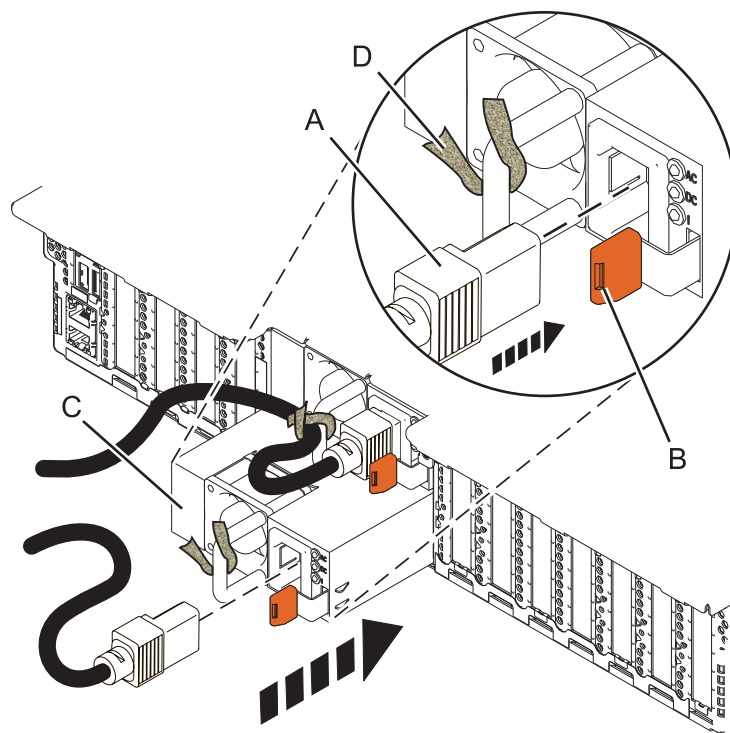

図 5. システムの電源装置を取り替える
3. 図に示すように、電源装置 (C) をベイに位置合わせして、テラコッタ色のラッチ (B) が所定の位置にロックされるまで電源装置をスライドさせてシステムに入れます。図 5
4. 図に示すように、電源コード (A) を電源装置 (C) に接続します。図 5
5. 図に示すように、面ファスナー (D) を使用して、電源コードを電源装置のハンドルに固定します。図 5